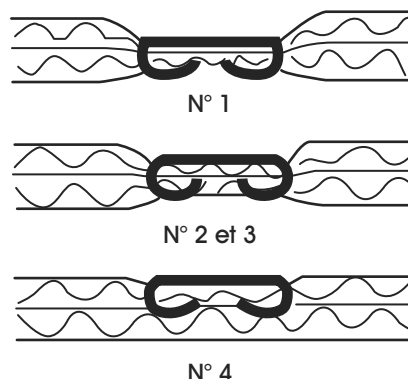

Figure 10
4. Si réglées au N° 1, les dents sont à leur pénétration la plus profonde. (Voir Figure 10)